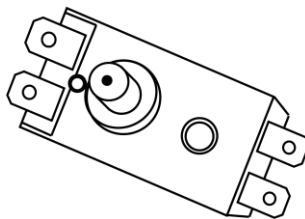

Рисунок 6
4. На входной патрубок, обозначенный голубым цветом и стрелкой направления течения воды, накрутите предохранительный клапан так, чтобы течение воды совпадало с направлением стрелки на корпусе клапана. На отверстие сброса давления предохранительного клапана (см. рисунок 6) оденьте дренажную трубку* для отвода воды (возможно появление при нагревании) в канализацию (трубку необходимо направить строго вниз и запрещено перегибать её).
- нажать до щелчка кнопку, расположенную по центру термовыключателя, который находится рядом с ТЭНом (имеет круглую форму), рисунок 6;